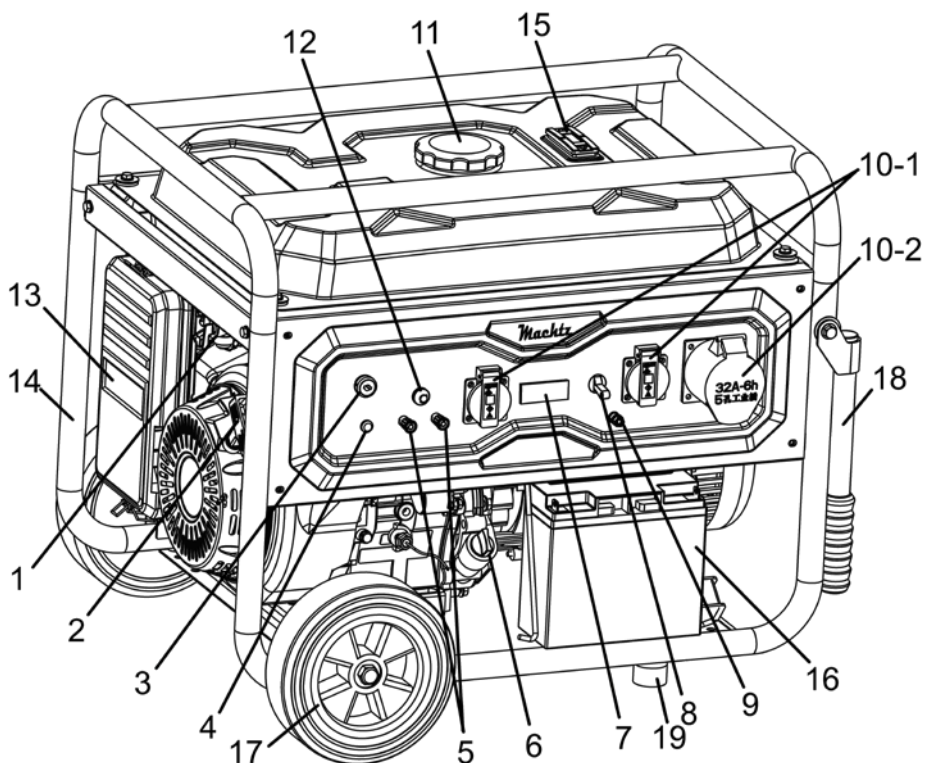

Рисунок 2
Генератор **MGG-75 ESM** має транспортувальні колеса (17, рисунок 2) і складні рукоятки (18, рисунок 2) для зручності переміщення (потрібно під'єднати до рами (14) перед використанням).